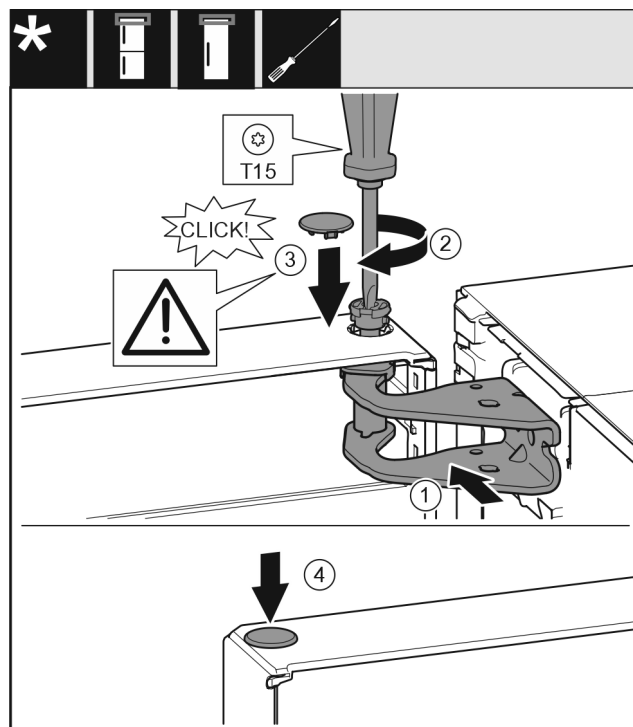

Fig. 21
- Joondage uks ülal laagripuki ava suhtes välja. Fig. 21 (1)
- Pange polt Fig. 21 (2) sisse ja keerake kruvikeerajaga kinni.
- Monteerige ukse kindlustamiseks turvakate Fig. 21 (3): Pange turvakate sisse ja kontrollige, kas see toetub uksele. Vastasel juhul pange polt täiesti sisse.
- Pange kork Fig. 21 (4) sisse.